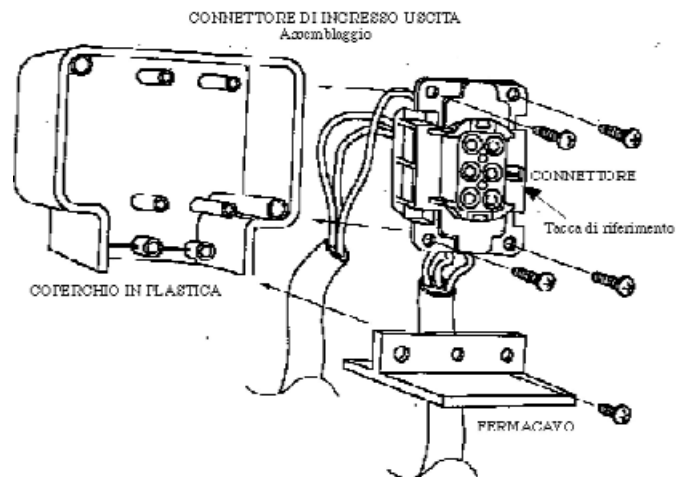

Fig. 4 Coperchio morsettiere
2. Inserire il connettore nel coperchio in plastica fissandolo con le apposite viti, quindi assicurare i cavi al coperchio tramite il fermacavo (vedi fig. 4).